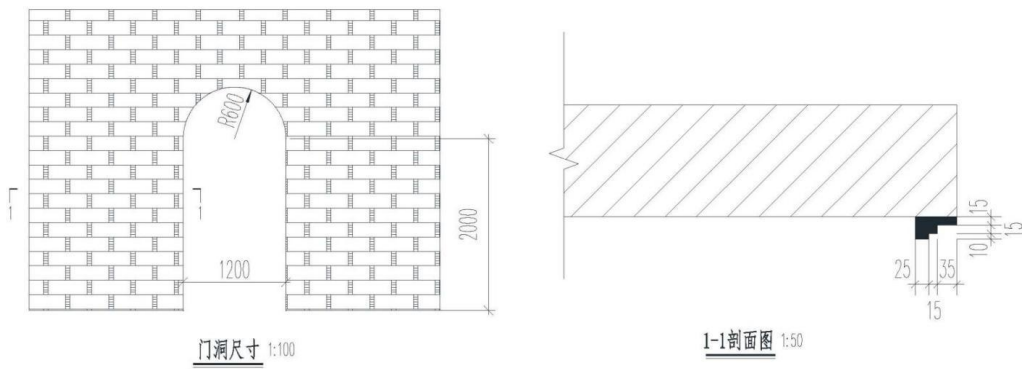

图 1 族的创建
①创建图 1 中族：按图示尺寸要求创建“风机盘管”构件族。文件以“**风机盘管.rfa**”格式保存到考试文件夹。